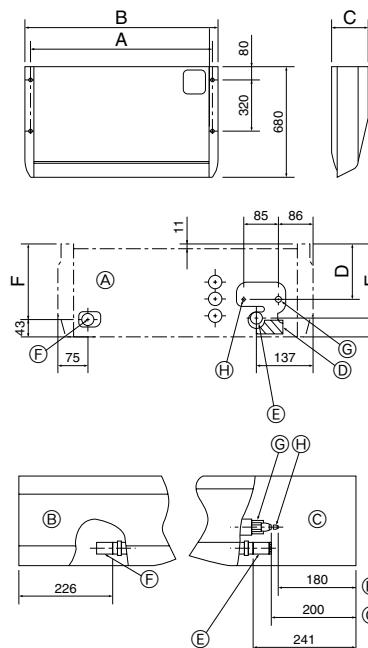

Fig. 3-2
①	Unterlegscheiben	4 Stck
②	Rohrabddeckung	1 Stck, große Ausführung (für Gasrohrleitung)
③	Rohrabddeckung	1 Stck, kleine Ausführung (für Flüssigkeitsrohrleitung)
④	Bänder	4 Stck
⑤	Verbindungsrohrmuffe	1 Stck gekennzeichnet mit 'UNIT'
⑥	Rohrmuffenabddeckung	1 Stck
⑦	Ablaufrohrabddeckung	1 Stck
3.2. Vorbereitung zur Aufstellung (Fig. 3-2)